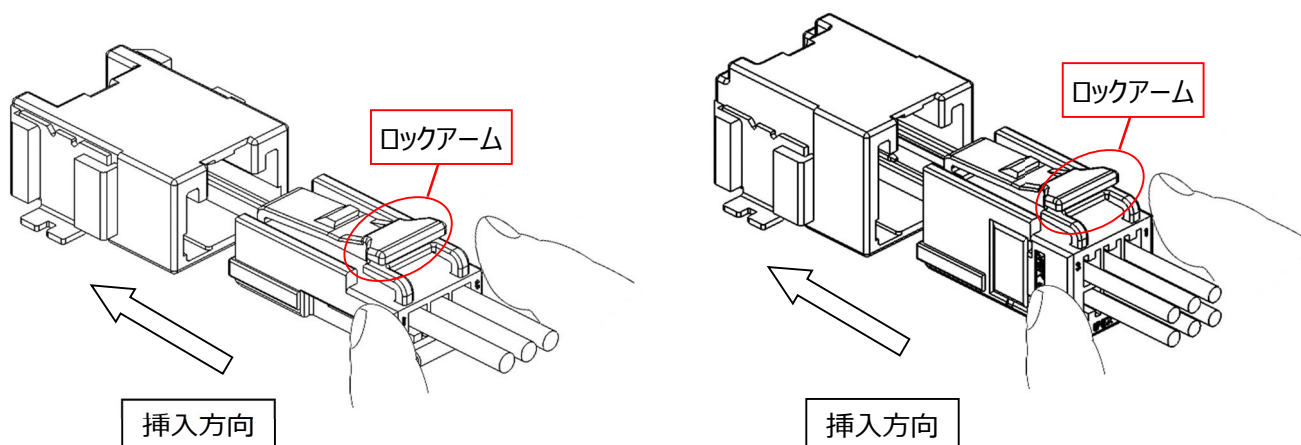

図 48.メスコネクタ挿入方向
- ①二次係止部・リテーナ装着作業が完了しているメスコネクタを、図 48 に示す方向でカチッと音がするまでまっすぐ押し込んでください。